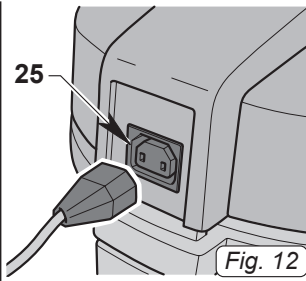

Fig. 12
- Collegare la spina dell'elettrospazzola alla presa (25 Fig. 12) presente sulla testata dell'aspirapolvere (massima potenza consentita 200 W)